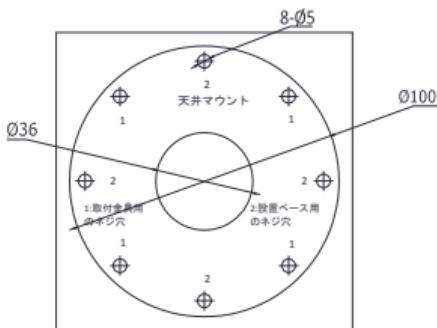

図 2-11 壁/天井のドリル孔
1. ドリルテンプレート(同梱)を、カメラを設置する壁面に取り付け、ドリルテンプレートの穴 2 に合わせて壁にドリルで穴を開けます。図 2-11 を参照してください。